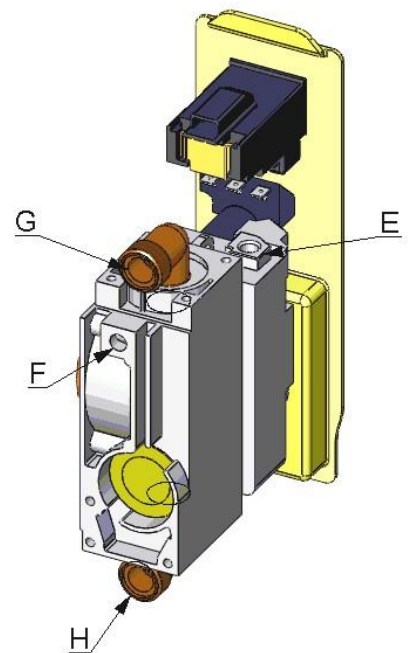

Fig.3
*** Caudal de Aire necesario para la combustión. (Fig. 3)**
En la tabla incluida a continuación se indica la distancia H (fig.3) apropiada para el quemador. Esta medida está calculada para obtener el caudal de aire necesario para la combustión en los diferentes quemadores.
- **Válvula de gas (Fig. 3)**